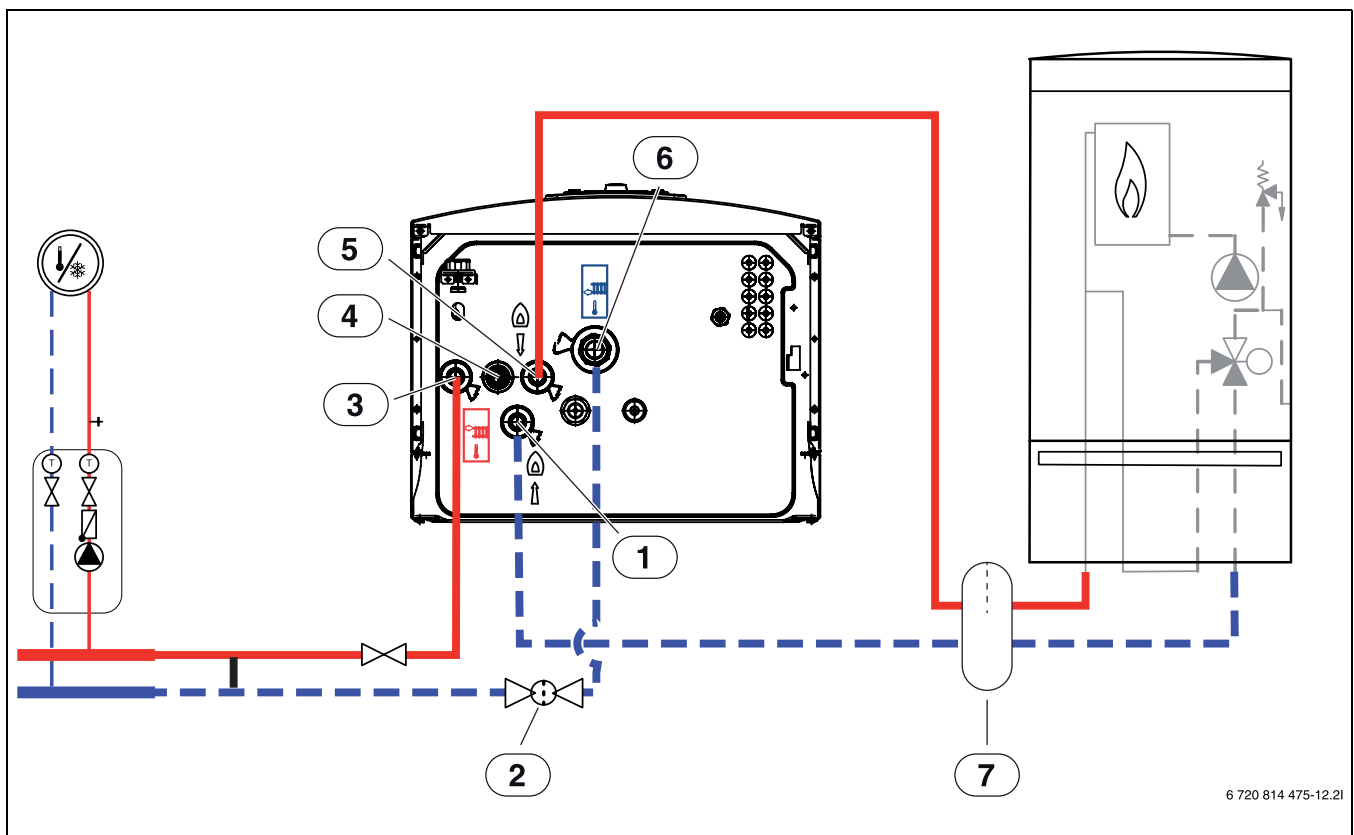

Fig. 8 Collegamento dell'unità interna con valvola miscelatrice per generatore di calore esterno supplementare all'impianto di riscaldamento
1. Posare lo scarico della valvola di sicurezza da [4], fig. 8, verso il basso in uno scarico protetto dal gelo.
2. Collegare il ritorno al generatore di calore supplementare esterno a [1], fig. 8.
3. Collegare la mandata dal generatore di calore supplementare esterno a [5], fig. 8.
4. Collegare la mandata all'impianto di riscaldamento a [3], fig. 8.
5. Collegare il ritorno dall'impianto di riscaldamento a [6], fig. 8.